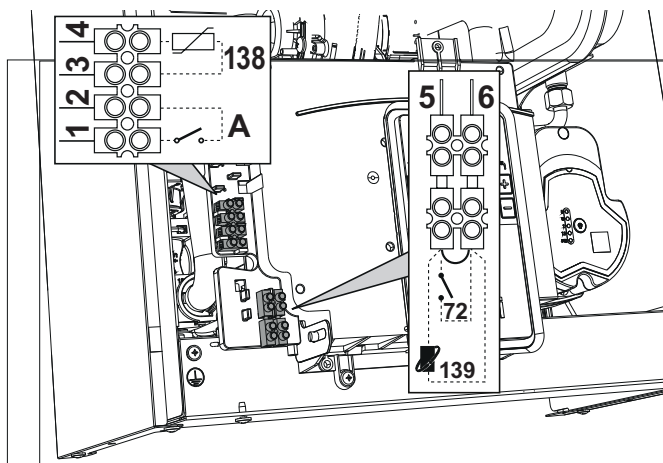
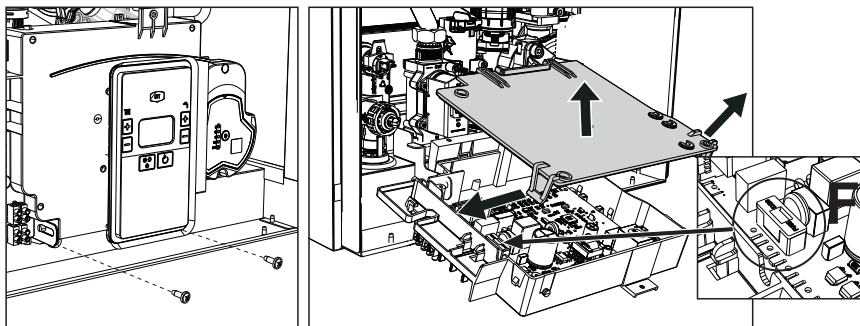

fig. 19
fig. 20
Dopo aver tolto il pannello frontale (sez. "Apertura del pannello frontale" a pag. 36) è possibile accedere alle morsettiera (M) e al fusibile (F) seguendo le indicazioni descritte di seguito (fig. 19 e fig. 20). **I morsetti indicati nella fig. 20 devono essere a contatti puliti (non 230V).** La disposizione dei morsetti per i diversi allacciamenti è riportata anche nello schema elettrico alla fig. 46.
Configurazione Interruttore ON/OFF (A fig. 20)